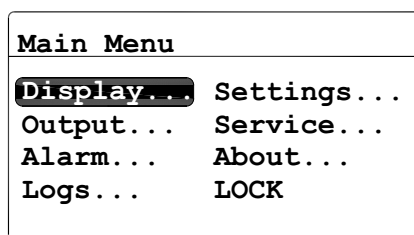

図 36 : Main Menu
メニューのロック解除を行った後（右下隅に南京錠のアイコンがないことで確認できます）、**Cancel** (X) を押して Main Menu を表示させます（下の図 36 を参照）。矢印キーを使用して目的のメニューオプションを選択し、**Enter** (checkmark) を押して反転表示されたオプションに進みます。Main Menu から **Cancel** (X) を押すと、スクリーンが測定表示に戻ります。